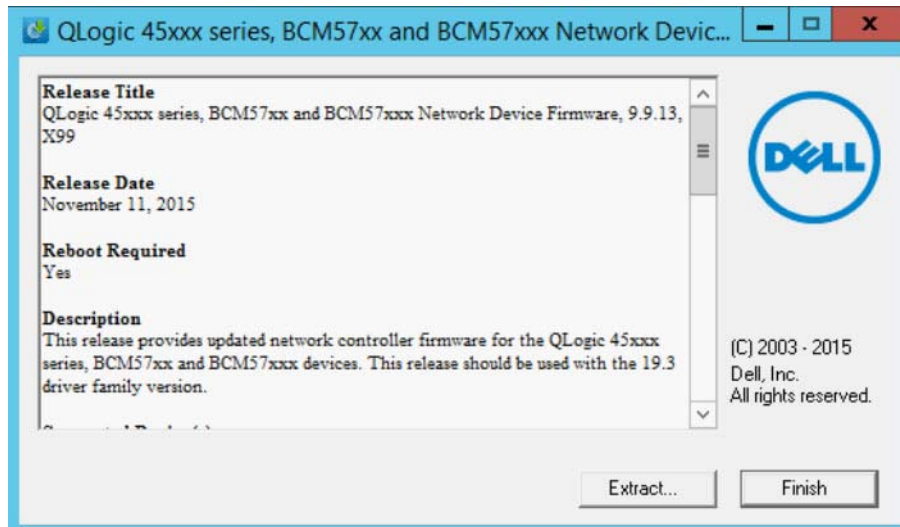

Figure 4-5. Proiciel de mise à jour Dell : Terminer l'installation
4. Cliquez sur **Finish** (Terminer) pour terminer l'installation, tel qu'illustré à la Figure 4-5.